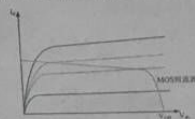

图 2 NMOS CS 放大器采用 PMOS 恒流源负载的特性曲线
- (2)  $V_{GS}$  固定时 MOS 管为恒流源负载 (1 分);  $V_{GS}$  变化时 MOS 为放大器。 (1 分)
- (3) NMOS CS 放大器采用 PMOS 恒流源负载的特性曲线如图 2 所示: (1 分)